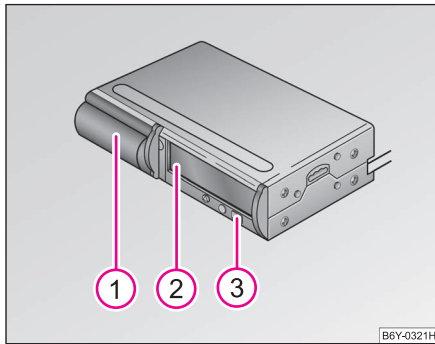

Fig. 126 Schimbătorul de CD-uri
- Împingeți complet încuietoarea ① ⇒ fig. 126.
- Apăsați tasta ③. Magazia ② va ieși automat.